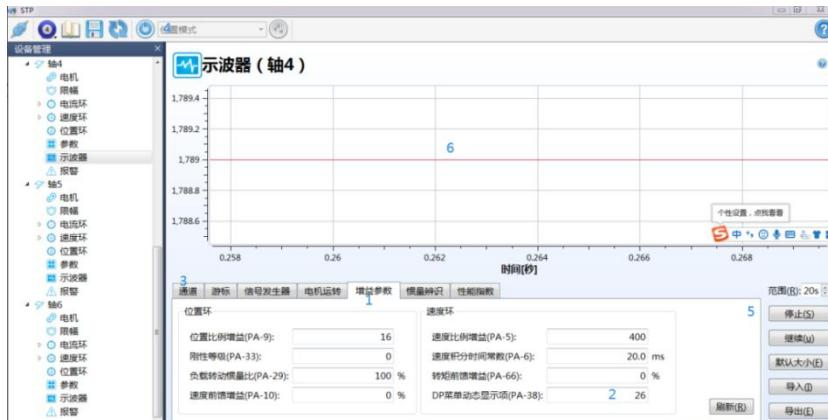

图 5-17 电机零点识别步骤
将“参数”的 PA4 改为 13（锁零模式）后保存重启，切换到“示波器”，再把 PA38 改为 26（零点偏移值，单位 0.1° ），“通道”监控“用户设定 3 (14)”，点击“使能”按钮，点击“开始”按钮，驱动开始识别电机零点，STP 软件会生成一条波形，此波形对应的纵坐标值为零点偏移值，带入公式计算后便可得到电机零点，操作步骤如下图 5-17。
如图 5-17，假设电机编码器线数位 17 位，即 131072，极对数为 5，示波器监控零点偏移值为 1789，由于单位是 0.1° ，最终取 178.9，带入公式：